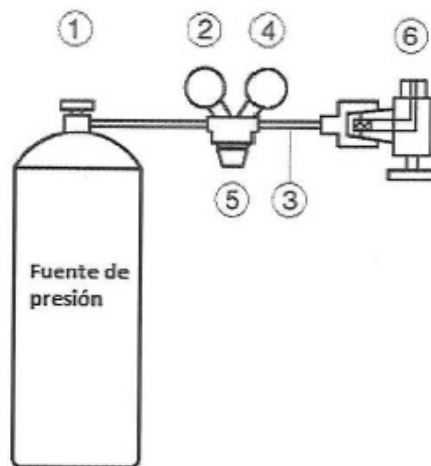

Figura 1 - Dispositivo de ensayo para la determinación de la relación entre caudal máximo y caudal residual
7.3.2.1 Para este ensayo debe ser utilizado un dispositivo con los componentes instalados conforme a lo indicado en la Figura 1.